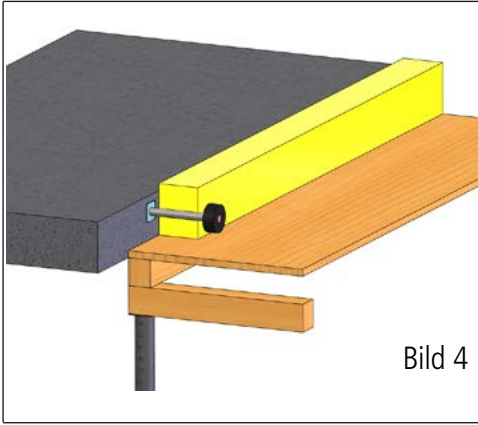

Bild 4
8. Anbringen der schallweichen Isolation zur vollständigen Trennung der beiden Bauteile. Loch ausschneiden. Einschrauben des mitgelieferten Ankerteils der elastischen Seite bis zum Anschlag, bzw bis zum Schutzschlauch. Der HBT-ISOL-Weichschaumstoff **ISOPE** mit dem allwettertauglichen Klettverschluss zum Verbinden der Meterstreifen eignet sich sehr gut als Einlage (Bild 4) in der Trennfuge. Das Einschrauben erfolgt in die GEWIFIX-Sechskantlangmutter der starren Seite (Bild 4).